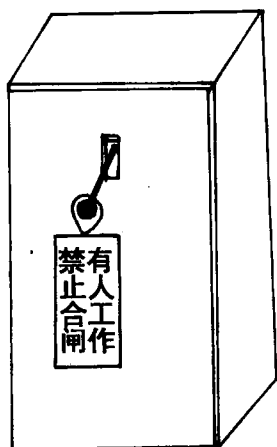

图 1-1 在开关上挂标示牌
(1) 在进行电气设备安装和维修时,必须严格遵守各种安全操作规程,不得玩忽职守。
(2) 严格遵守停电操作规定,防止突然送电。如在已断开的开关操作手柄上,挂上“禁止合闸,有人工作”的标示牌(图 1-1),必要时加锁。各种标示牌的式样见表 1-1。停电维修时,不准送电。
(3) 与带电体安全距离不足时,应装设临时遮栏及护罩,并挂上“止步! 高压危险”的警示牌。